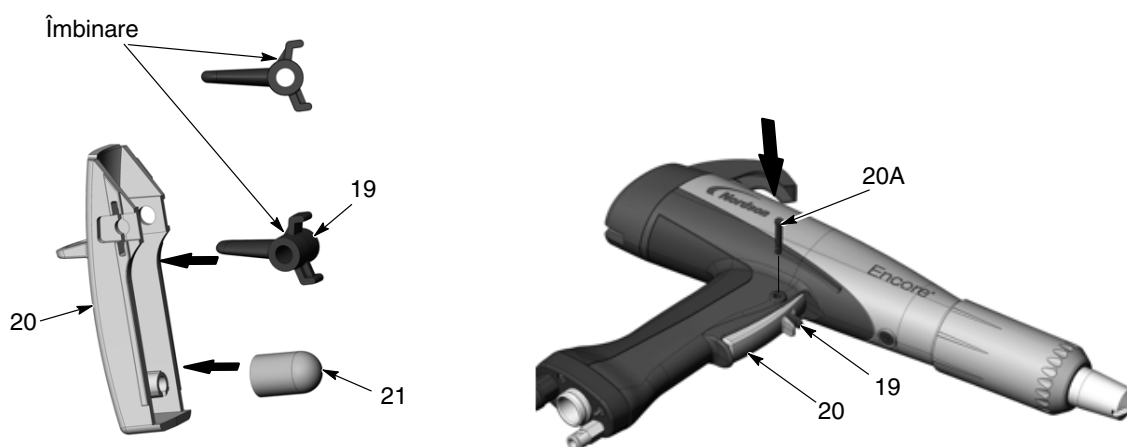

Figura 6-12 Montarea la loc a declanșatorului și a axului
7. Vezi Figura 6-12. Montați declanșatorul de purjare (19) în declanșatorul de pulverizare (20) cu îmbinarea orientată în sus, așa cum este prezentat. **Nu montați declanșatorul de purjare cu partea superioară în jos.**
8. Verificați dacă actuatorul (21) este montat pe știft.